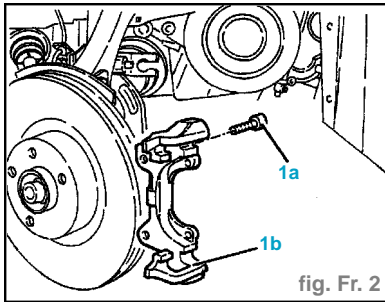

fig. Fr. 2
- Dévisser les vis (1a) et déposer les brides des étriers de freins avant (1b) (fig. Fr. 2).